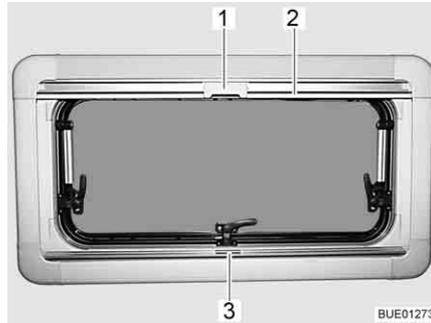

Fig. 84 Finestra apribile
- Afferrare la tendina oscurante pieghevole per la parte centrale della barra di presa (Fig. 84,3), tirarla dal basso verso l'alto e rilasciarla nella posizione desiderata. La tendina oscurante pieghevole rimane in questa posizione.
- Tirare la zanzariera a rullo accompagnandola con la barra di presa (Fig. 84,2) verso il basso, fino a quando la barra di presa non arriva a contatto con la tendina oscurante pieghevole (Fig. 84,3).
- Bloccare l'aggancio (Fig. 84,1) della zanzariera a rullo nella barra di presa della tendina oscurante pieghevole.
- Premere in alto all'indietro l'aggancio (Fig. 84,1) sulla zanzariera a rullo.
- Ricodurre lentamente la zanzariera a rullo accompagnandola con la barra di presa (Fig. 84,2).